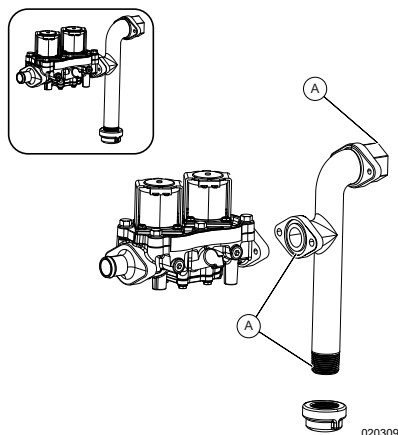

Figura 4-10. Puntos de conexión para comprobar fugas
Consulte la Figura 4-10. Realice una prueba final de fugas en el sistema de combustible después de instalar el generador. La prueba identificará posibles fugas en todos los puntos de conexión (A).